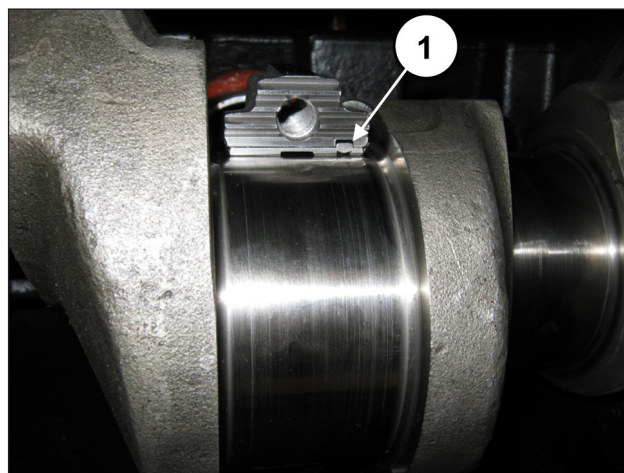

Fig. 66
Para montar correctamente los cojinetes, la lengüeta de referencia de los semicojinetes debe encajar en el alojamiento de la semibiela (pos. ①, Fig. 66).